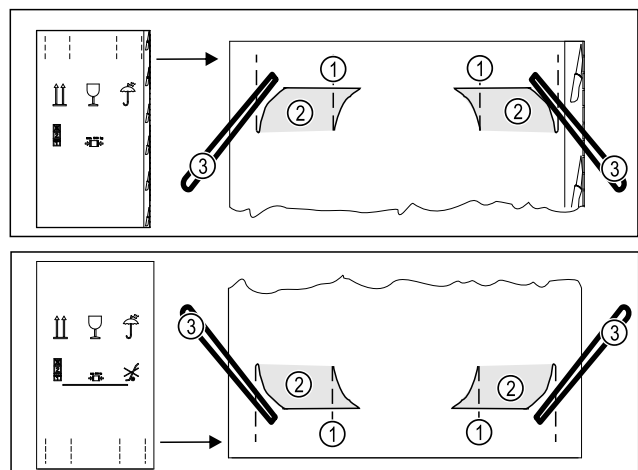

Fig. 5
- ▶ Tryk emballagepappet ind foroven og fornedet langs Fig. 5 (1) perforeringen.
- ▶ Træk de indtrykkede lasker Fig. 5 (2) ud.
- ▶ Bærestropperne Fig. 5 (3) er synlige.
- ▶ Træk alle fire bærestropper Fig. 5 (3) ud.
- ▶ Hold enheden i alle fire bærestropper. Fig. 5 (3)